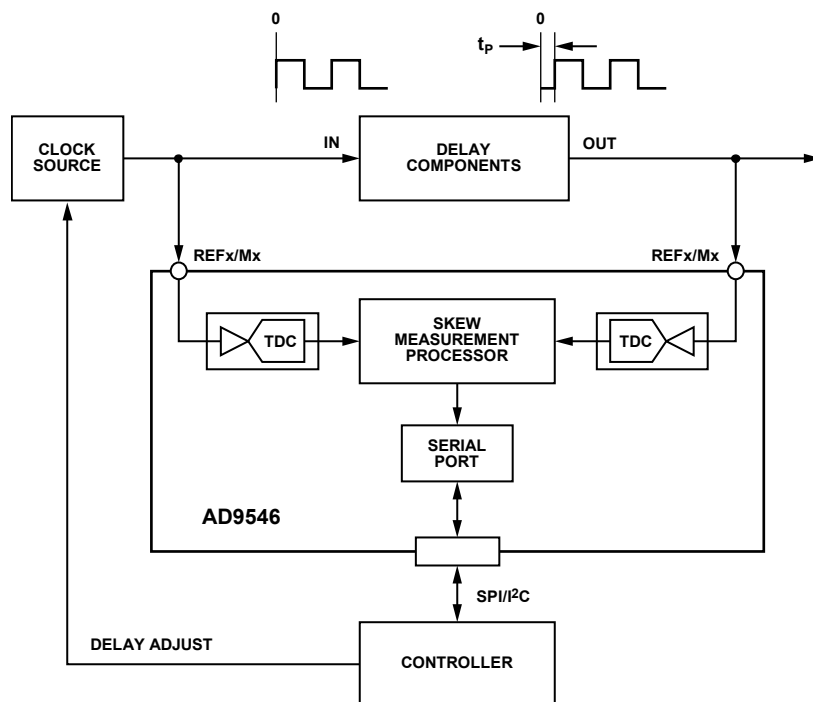

図 129. 伝搬遅延測定アプリケーション
いずれの同期されたクロッキング・システムにおいても、その重要な特性の 1 つは、マスタ・ノードとスレーブ・ノード間で送信されるクロック信号の伝搬遅延によるタイミング誤差です。共通のタイム・スケールを全ノードにわたって正しく揃えるためには、システムがノード間の伝搬遅延を計測し補償する必要があります。伝搬遅延を数値化するために推奨される方法は、往復遅延をリアル・タイムで計測することです。これにより、システムの温度変化により生じる可能性のある遅延を継続的に評価し補正することができるためです。AD9546 では、そのアナログ・ループバック機能（アナログ・クロック・ループバックのセクションを参照）とタイム・スキュー測定プロセッサ（図 129 のアプリケーション例および クロック伝搬遅延の測定のセクションを参照）を使用して、往復遅延の評価に容易に対応できます。
クロック源 (IN) が追加コンポーネントを駆動し、このコンポーネントが最終出力 (OUT) 信号に伝搬遅延 ( $t_p$ ) をもたらすようなアプリケーションを検討します (図 129 を参照)。この追加コンポーネントとしては、例えば、物理的な相互接続 (ケーブルや PCB パターン) の組み合わせ、クロック・バッファ、または伝搬遅延をもたらすその他の要素などがあります。
2つのクロック信号間の伝搬遅延を数値化することが必要となるアプリケーションでは、AD9546 の TDC を利用することで、遅延を測定し、その結果をシリアル・ポート・レジスタを介してデジタル形式で使用できるようになります。図 129 は、AD9546 を使用した伝搬遅延測定セットアップを簡略化して示したものです。